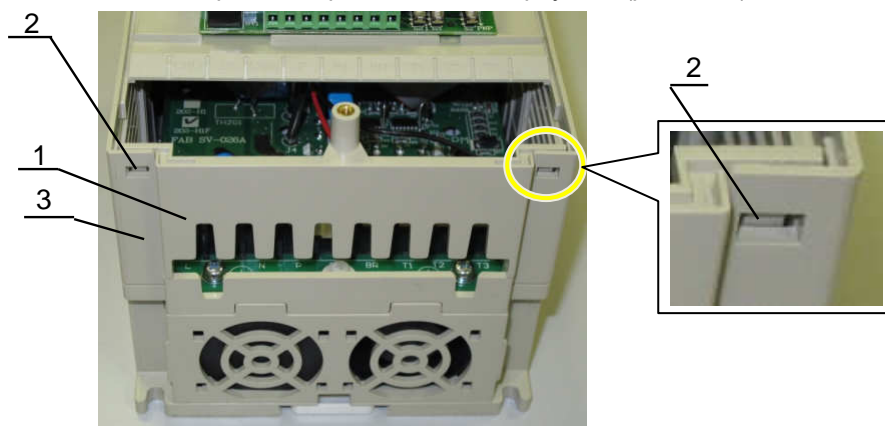

Рис.7.18
7.8.2. Установить решётку кабельных вводов 1, при этом фиксаторы 2 с двух сторон решётки должны войти в отверстия в средней части корпуса 3 (рис. 7.18).